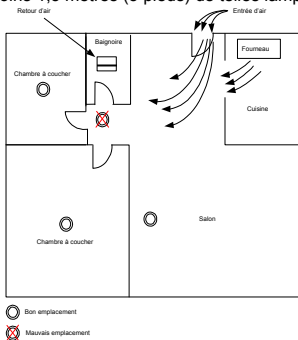

Figure 6 : Emplacements recommandés pour les détecteurs de fumée
- ◆ Ne montez pas les détecteurs de fumée dans le trajet de l'aspiration d'air frais. L'écoulement d'air frais vers l'intérieur ou vers l'extérieur peut tirer la fumée loin du détecteur de fumée ; et réduire ainsi son efficacité. La figure 6 indique les emplacements corrects et incorrects en ce qui concerne ce problème.